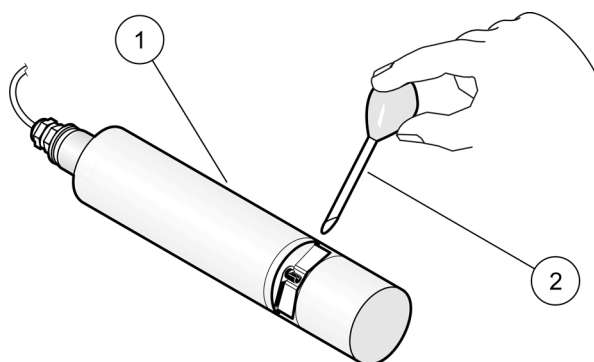

Figura 9 Verifique a calibração (versão com tanque)
9. **Versão com tanque:** retire o sensor do tanque, enxágüe o caminho de medição com água e encha-o com solução padrão (pipeta). Consulte a Figura 9 na página 27.